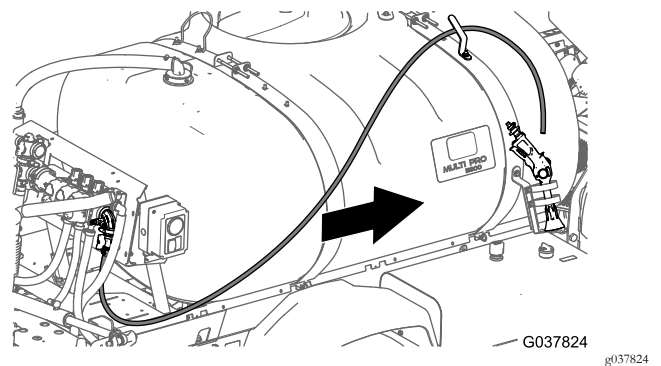

Bild 95
4. Verlegen Sie den Zulaufschlauch nach vorne entlang des Sprühbehälters zur Spritzpistolenhalterung und befestigen Sie den Schlauch mit drei Kabelbinden am Behälter (Bild 95).